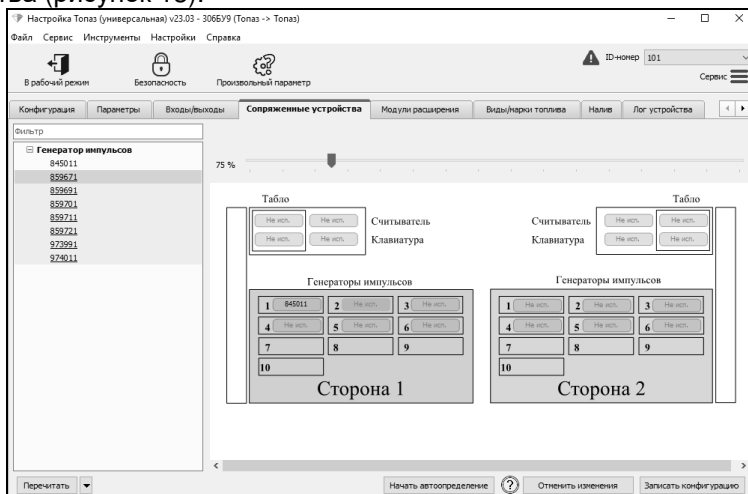

Рисунок 13
2) Для привязки вручную на вкладке "Сопряженные устройства" в правом столбце окна программы двойным щелчком левой кнопки мыши выбрать "Не исп" устройство, затем в левом столбце окна программы двойным щелчком левой кнопки мыши выбрать соответствующий рукаву ID-номер устройства (рисунок 13).